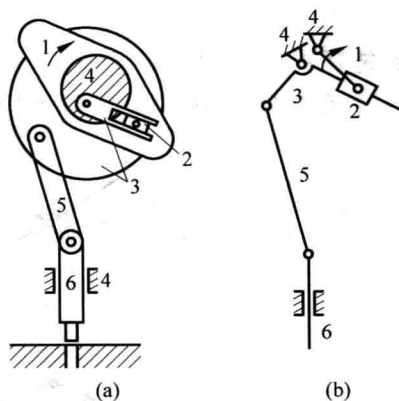

图 1.22 题 1.2.6 图
1.2.6 绘制如图 1.22(a)所示机构的运动简图。
解 图 1.22(a)所示机构的运动简图如图 1.22(b)所示。